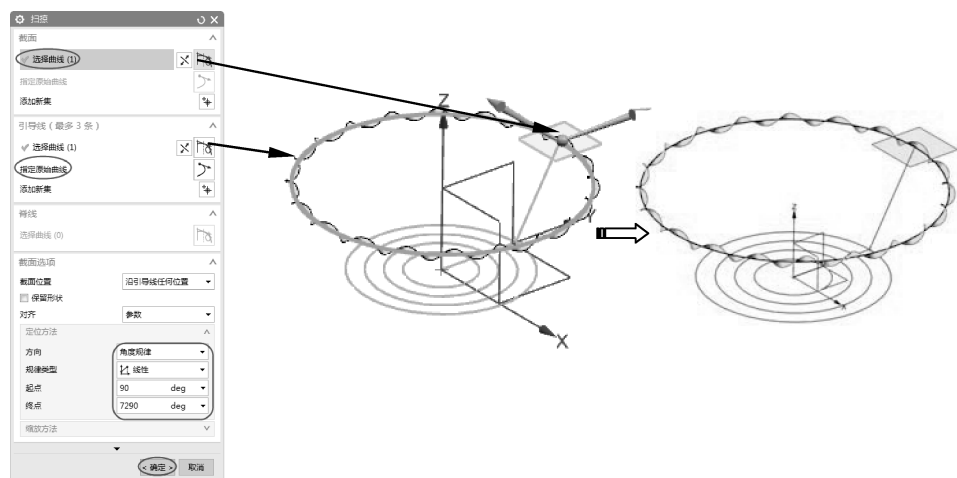

图 5-107 创建扫掠曲面
- 07 在菜单栏中执行【插入】|【扫掠】|【扫掠】命令, 打开【扫掠】对话框。先选择截面曲线 (上步骤创建的直线) 和引导线 (整圆曲线), 然后在【截面选项】选项区中设置截面选项, 单击【确定】按钮完成扫掠曲面的创建, 如图 5-107 所示。